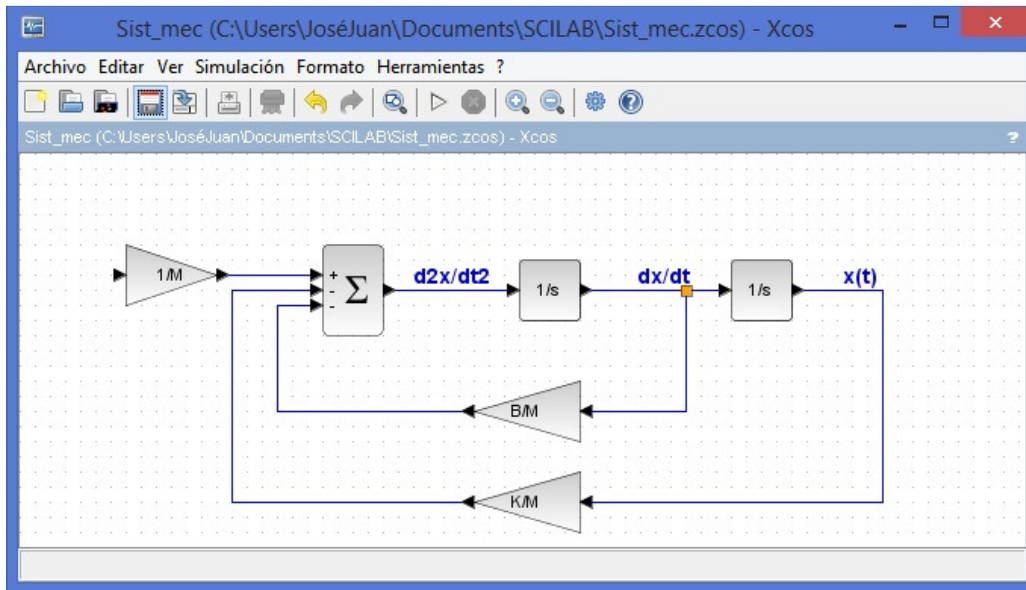

Figura 7.15.- Diagrama de simulación de la ecuación diferencial (7.1)
4) Obtener la máxima derivada requerida en el diagrama anterior mediante bloques de Xcos mediante la ecuación (7.2).- En este caso solo se requieren sumas, restas y multiplicaciones por constante (ganancias constantes). Esto se debe a que el sistema es un SLIT. Con esto completamos el diagrama de simulación para obtener el diagrama de la figura 7.15.